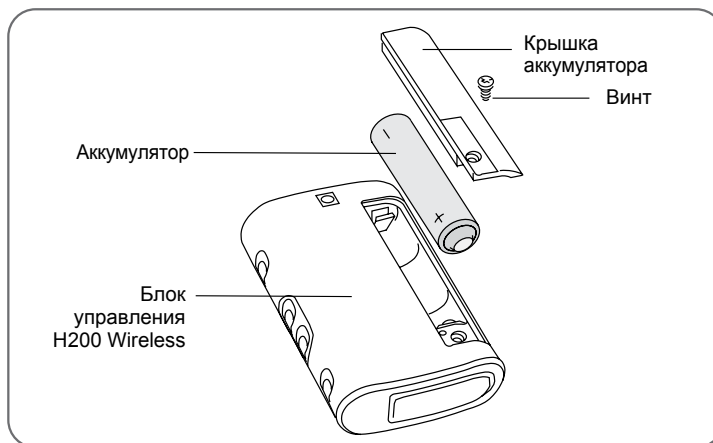

Рисунок 11-1. Замена аккумулятора блока управления
1. С помощью крестообразной отвертки удалите винт из крышки аккумулятора на задней стороне блока управления. См. рисунок 11-1.